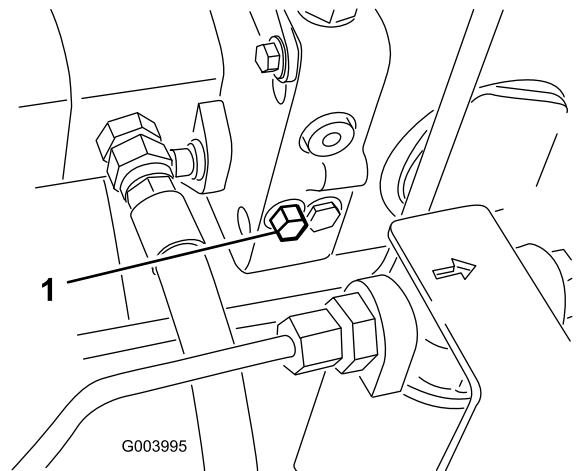

Bild 68
1. Drehen Sie die Schraube des Sicherheitsventils um eine 1½ Umdrehungen, um das Ventil zu öffnen und Öl intern abzulenken (Bild 68).